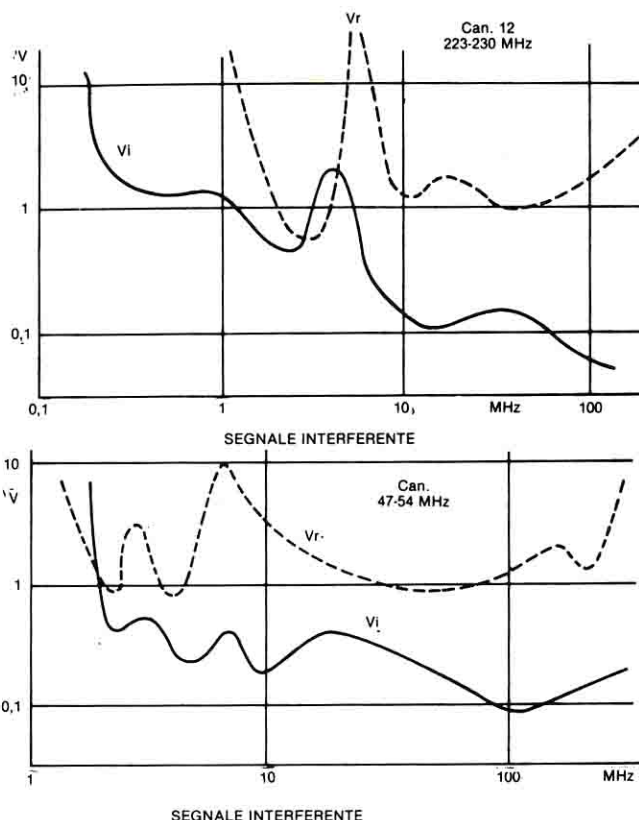

Fig. 2 - In un moderno televisore a semiconduttori la tensione minima della soglia di suscettibilità, può essere sotto i 100 mV
- I video-ricevitori a transistori sono estremamente suscettibili sia perché i semiconduttori **rispondono in modo non lineare** anche a deboli campi R.F. sia perché trattandosi di apparecchiature moderne, in esse sono stati quasi completamente eliminati i circuiti sintonici d'ingresso, che costituivano uno «sbarramento» seppure non del tutto efficiente, alle interferenze (Fig. 2).